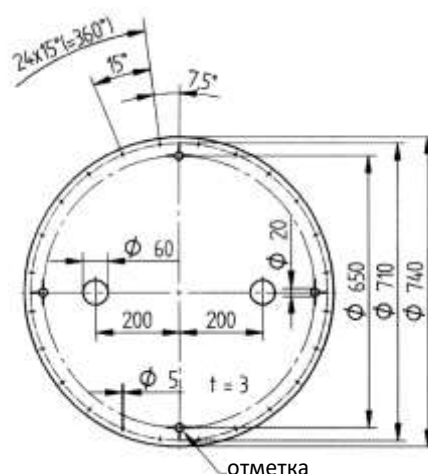

Рис. 9. Разметочный шаблон.
1. Положите разметочный шаблон на устанавливаемый фланец и отрегулируйте его положение по четырём маркировочным отверстиям (Рис.9).